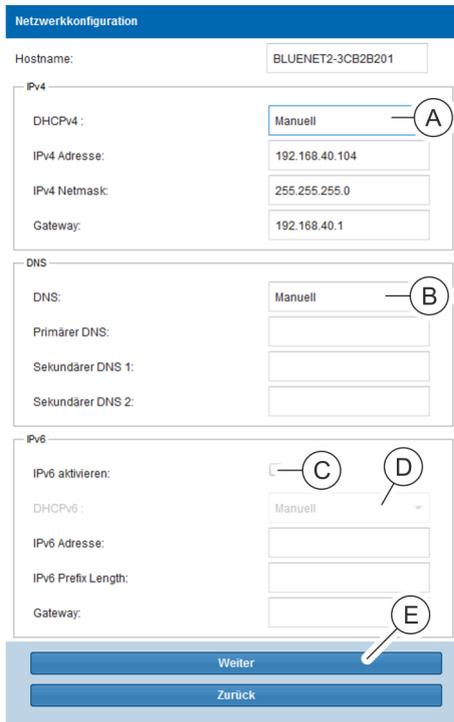

Abb. 41: Fenster "Netzwerkconfiguration"
8. Im Fenster "Netzwerkconfiguration" im Auswahlménú „DHCPv4“ (Abb. 41/A) den Parameter "DHCP an" auswählen.
Im Fenster "Netzwerkconfiguration" im Auswahlménú „DNS“ (Abb. 41/B) den Parameter "DHCPv4 bevorzugen" oder "DHCPv6 bevorzugen" auswählen.
10. Im Fenster "Netzwerkconfiguration" ggf. die Checkbox „IPv6 aktivieren“ (Abb. 41/C) anklicken.
11. Wenn die Checkbox aktiviert ist, im Auswahlménú „DHCPv6“ (Abb. 41/D) den Parameter "DHCP an" auswählen.
12. Eingaben über die Schaltfläche „Weiter“ (Abb. 41/E) bestätigen.